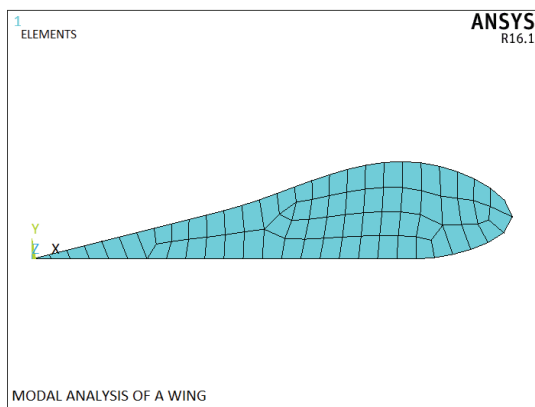

图 4-10 网格划分结果显示
8) 选择 Utility Menu | Plot | Elements 命令, ANSYS 显示窗口将显示网格划分结果, 如图 4-10 所示。